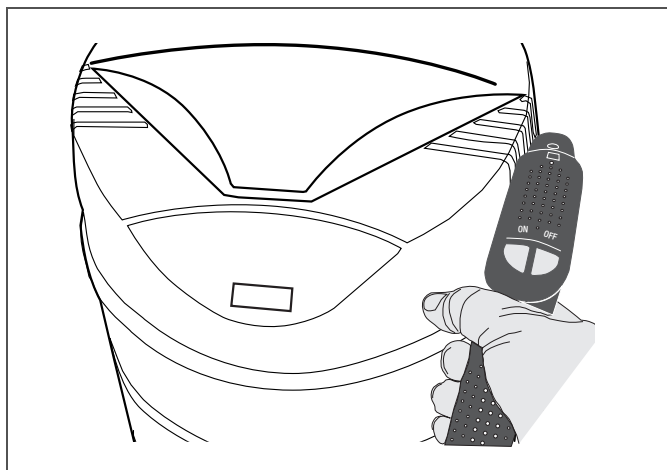

Fig. 6-6 Ținerea emițătorului în apropierea unității de aspirare centrală
1. Țineți emițătorul în apropierea unității de aspirare centrală, așa cum este prezentat în figură (vezi fig. 6-6).